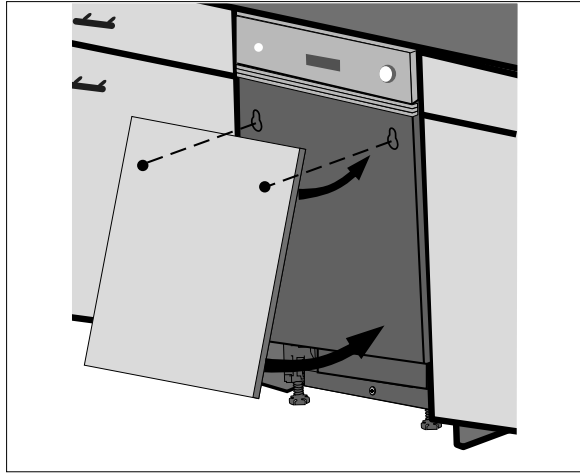

Abb.14
- ▶ Hängen Sie die Frontblende mit den Montagezapfen an der Tür des Geschirrspülers ein (siehe **Abb. 14**).